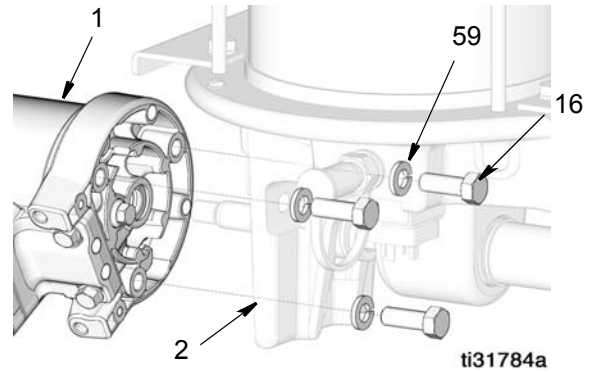

图 15
5. 卸下将气动马达（1）固定在泵底座（2）上的三个螺丝（16）和几个垫圈（59）。从泵底座拆下气动马达（图 15）。